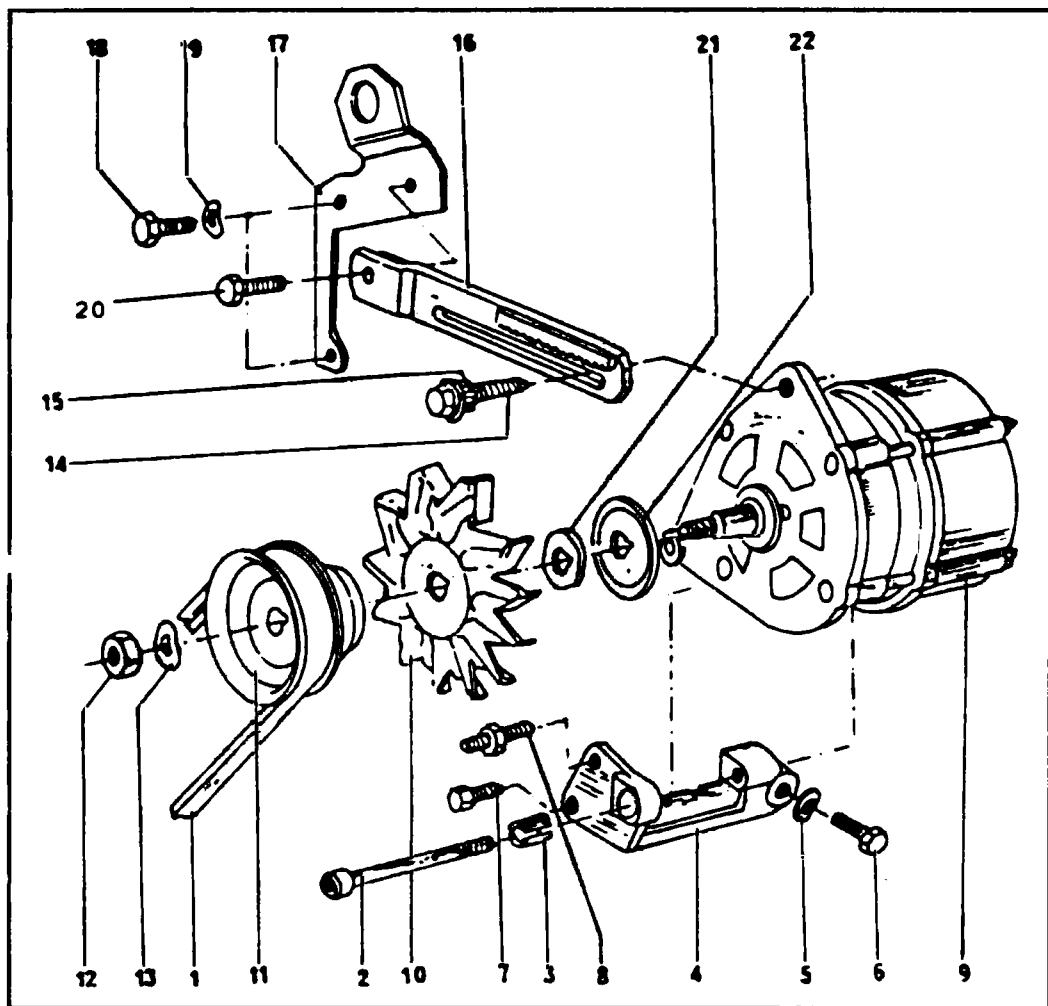

Рис. 11.4 Крепление генератора в бензиновом двигателе-генератор Bosch
Для снятия кронштейна генератора (4) (см. рис. 11.4) следует предварительно слить охлаждающую жидкость.